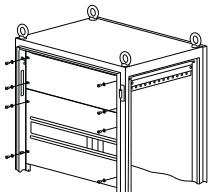

Рисунок 12
4.9.1 Приложите панель (панели) к вертикальным уголкам рамы под панели ЛГ/ЛМА на нужной высоте и закрепите четырьмя винтами M6×8 (рисунок 12).